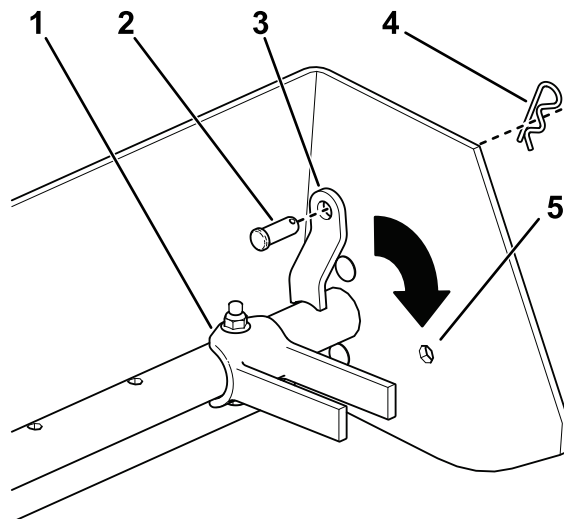

図 5
- 均しで使用する時は、スカリファイヤを上位置にセットし、シャフトの両端をクレビスピンとヘアピンで固定してください 図 5。
- スカリファイニングで使用する時は、スカリファイヤを下位置にセットし、シャフトの両端をクレビスピンとヘアピンで固定してください 図 5。